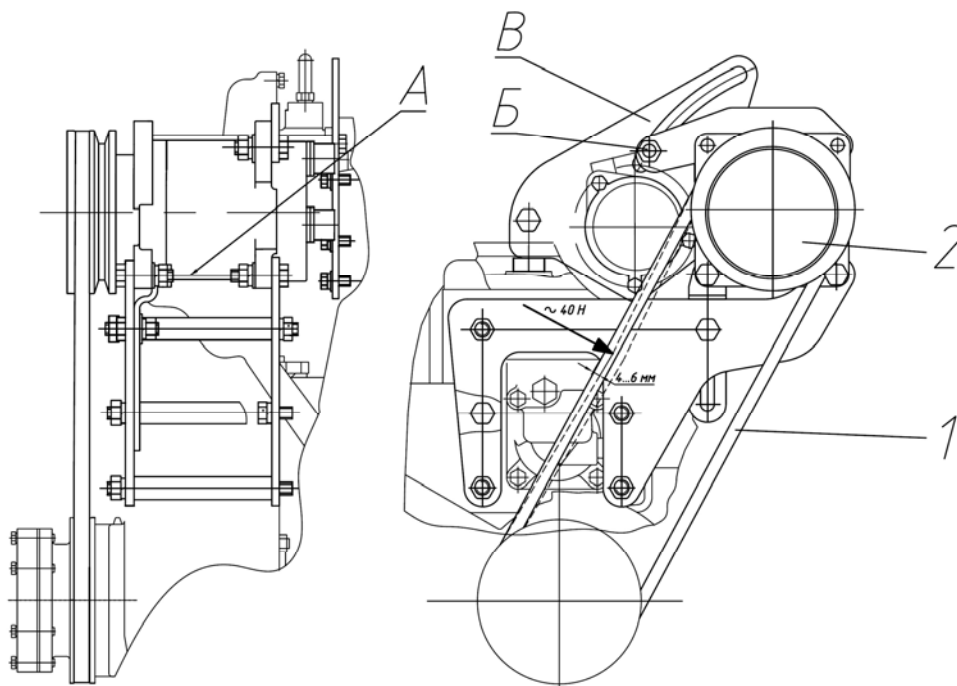

Рисунок 7.17 Проверка и регулировка натяжения ремня привода компрессора кондиционера
натяжение ремня (1) (**рисунок 7.17**) привода компрессора кондиционера считается нормальным, если прогиб его ветви «шкив коленчатого вала двигателя – шкив компрессора» измеренный посередине, находится в пределах 4...6 мм при приложении силы $(39 + 2,0)$ Н перпендикулярно середине ветви.
регулировку натяжения ремня (1) (**рисунок 7.17**) необходимо производить посредством поворота компрессора (2) на оси вращения «А» и зажима резьбового соединения «Б» в пазу сектора «В». После регулировки прогиб ремня от усилия $(39 + 2,0)$ Н, приложенного перпендикулярно середине ветви, должен быть от 4 до 6 мм.